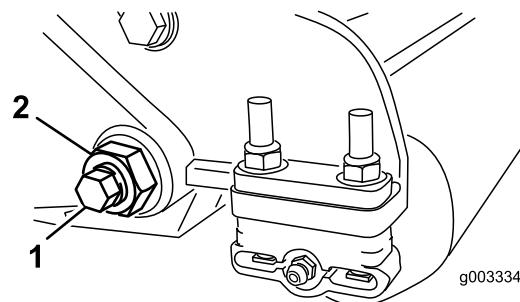
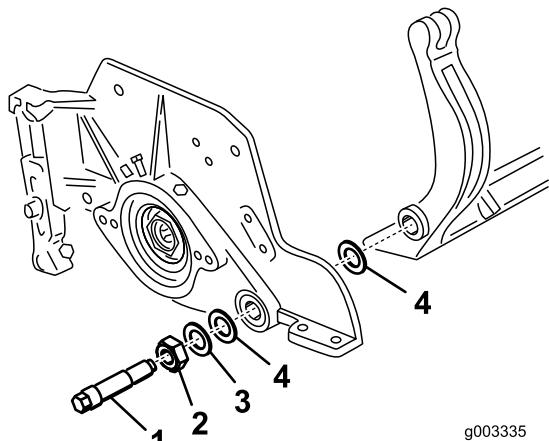

図2
図 3
5. ベッドバー bolt (図2)を固定しているロックナット(機体両側)をゆるめる。
6. 各ベッドバー・ボルトを抜いて、ベッドバーを下に引き抜いて外す（図 2）。ベッドバーの両端にナイロンワッシャとスチールワッシャが2枚ずつあるので注意する（図 3）。
9. ベッドバー・ボルト（とボルトについているナット）とワッシャ6枚で、ベッドバーを各サイドプレートに固定する。ナイロンワッシャはサイド・プレートの両側のボスに嵌め込む。その外側からスチール製ワッシャを取り付ける（図 3）。ベッドバー・ボルトを 27-33 ft.-lb (37-45 N-m = 4.6-1.7 kg.m) にトルク締めする。左右の遊びが完全になくなって外側のスチール製ワッシャが回らなくなるまで（ただし決して締めすぎになつたりサイド・プレートが変形したりしていない）ロックナットを締め付ける。内側のワッシャには遊びがあつてよい。